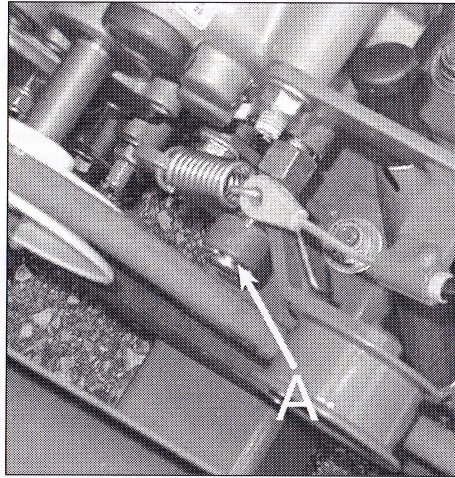

Figure 16
- Axe du tendeur de la courroie de transmission (figure 16, repère A).